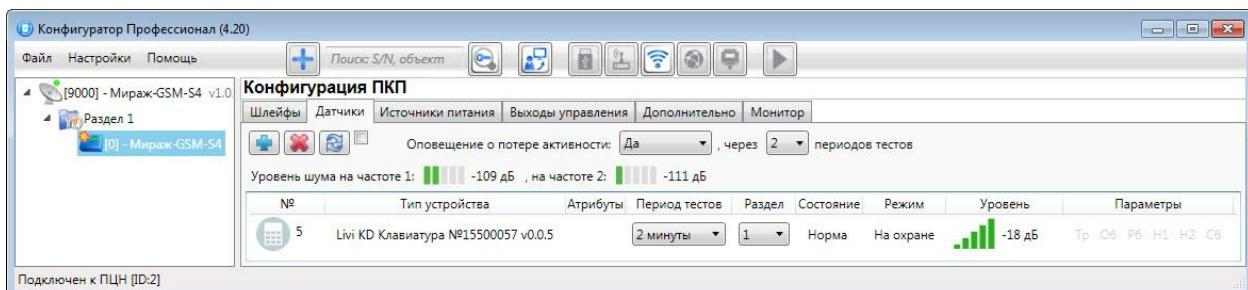

Рисунок 11.3 — Вкладка *Датчики* (основные параметры работы радиоустройств)
В верхней части вкладки *Датчики* (Рисунок 11.3) задаются основные параметры работы радиоустройств Livi.
1. На вкладке *Датчики* нажмите кнопку (см. рисунок 11.3).